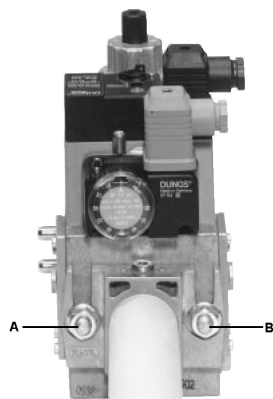
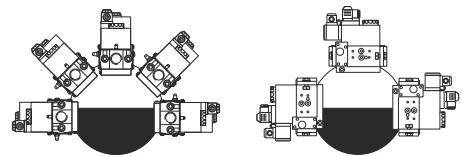

Fig. 5
Fig. 8
3. apretar los tornillos A, B, C y D (Fig. 5 - Fig. 6), respetando las posiciones de montaje (Fig. 8);
1. Aflojar los tornillos A y B, no destornillarlos (Fig. 5 e Fig. 6).
2. Desatornillar los tornillos C y D (Fig. 5 e Fig. 6).